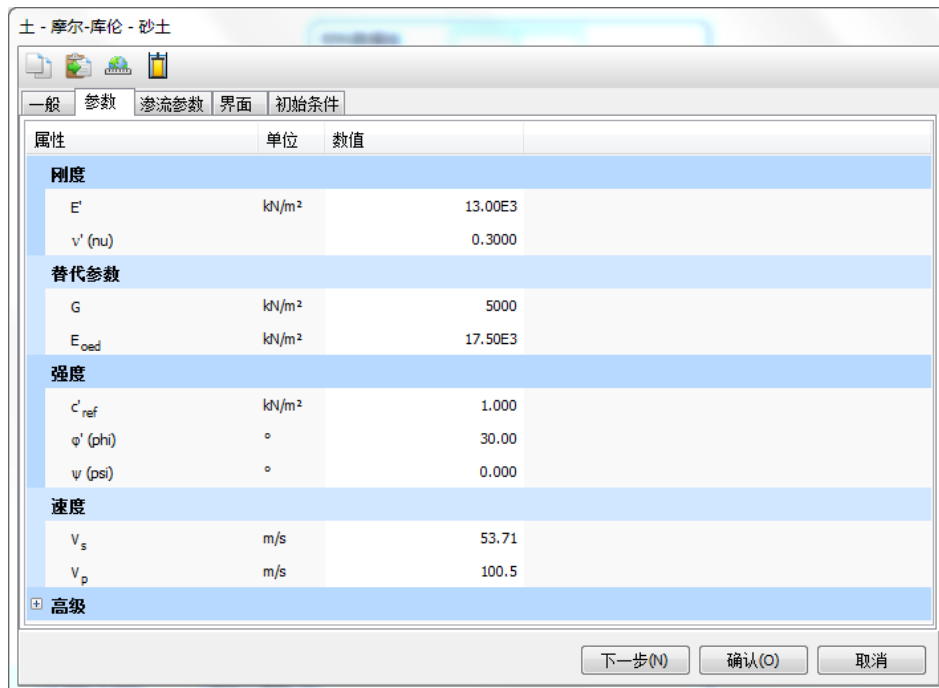

图 8 参数标签
- 在参数标签（图 8）的编辑框中键入表 1 中对应的模型参数。关于土层本构模型和他们对应参数的详细信息，可以查看材料模型手册对应的章节。